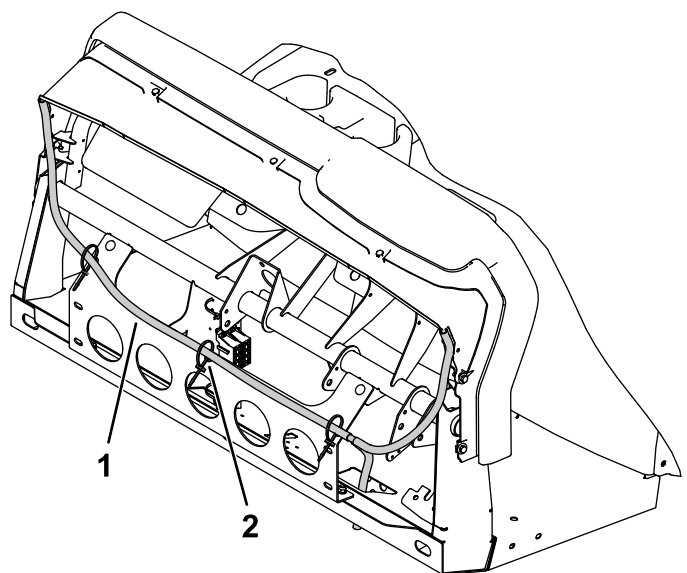

図 43
5. 助手席側から始めて、長くつながった透明チューブをフロアボードクラッチペダルまでおろし、そこから運転席側へ回す 図 43。
6. マグネットタイ3個とケーブルタイ3本を使って、チューブを固定する 図 43。